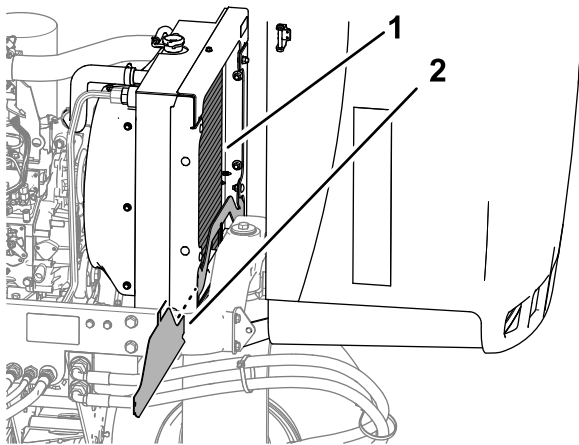

Figura 78
4. Retire o protetor de radiador inferior (Figura 78).
5. Limpe os dois lados da área do radiador cuidadosamente com água ou ar comprimido (Figura 78).